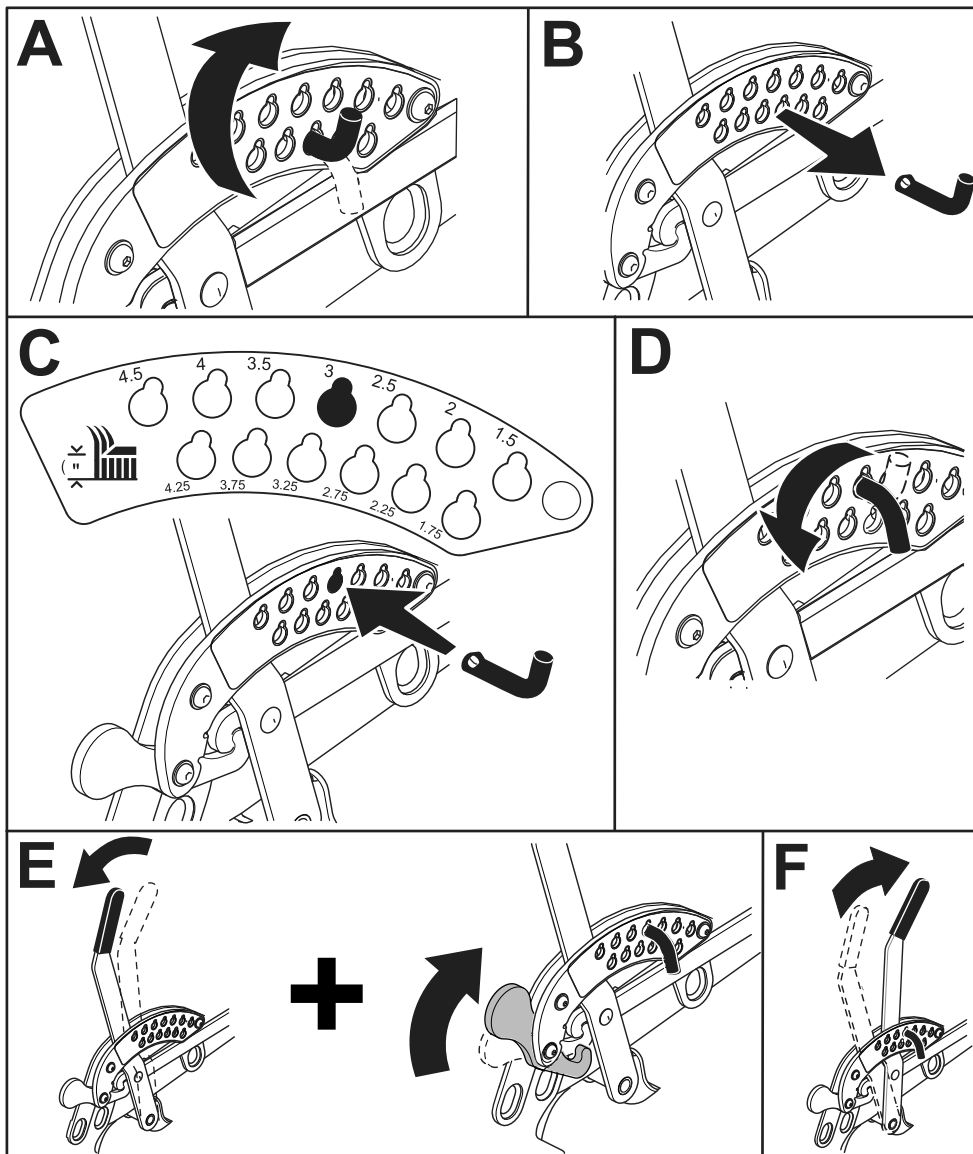

Figura 4
5. Mueva el pasador de altura de corte a la posición de 76 mm; consulte la Figura 4.